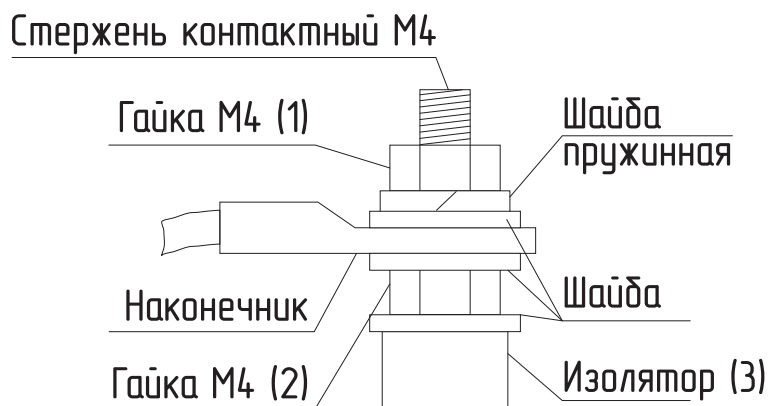

Рис.14 Присоединение проводов к выводам блок ТЭН
- Гаек на контактных стержнях ТЭН с усилием 1,8 Нм (см. Рис.14);
- при замене блок ТЭН присоединение фазных проводов к выводам блок ТЭН производить согласно **Рис.14**. Сечение кабеля указано в **Табл.1**;
- провод нейтрالي N подключить на перемычку блока ТЭН (**Рис.14**).